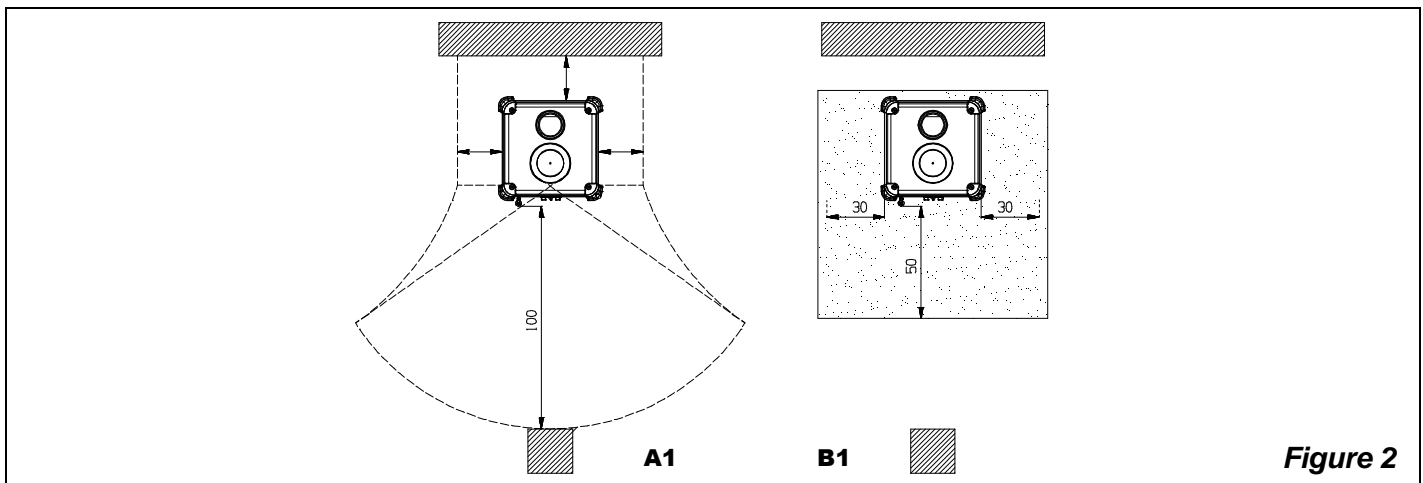

Figure 2
- pour assurer une isolation thermique suffisante, respecter la distance minimale de sécurité entre le poêle et les éléments de construction et objets inflammables et sensibles à la chaleur (meubles, revêtements en bois, tissus, etc.) (voir Figure 2 **A**). **Toutes les distances minimales de sécurité sont indiquées dans l'étiquette du produit et on ne doit PAS descendre au-dessous des valeurs indiquées.**
- si le produit est installé sur un sol de matériau inflammable, prévoir une base ignifuge. **Les sols composés par matériaux inflammables**, comme moquette, parquet ou liège etc., **doivent être remplacés** par une couche de matériel pas inflammable, par exemple céramique, pierre, vitre ou acier etc.. (dimensions selon les dispositions régionales). Le fond de sol doit dépasser d'au moins **20 cm**. à l'arrière, de **30 cm**. sur les côtés, et de **50 cm**. de face, au-delà de l'ouverture de la porte de chargement (voir Figure 2 **B**).